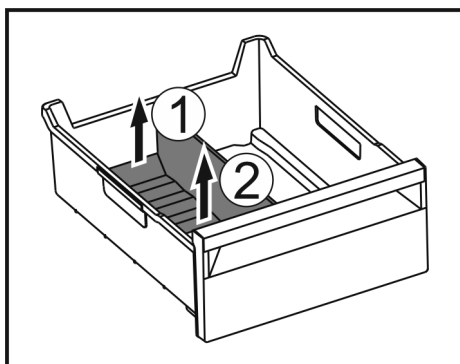

Fig. 192
- Zvedněte zadní část přepážky přihrádky na led. Fig. 192 (1)
- Přepážku přihrádky na led vyjměte nahoru. Fig. 192 (2)